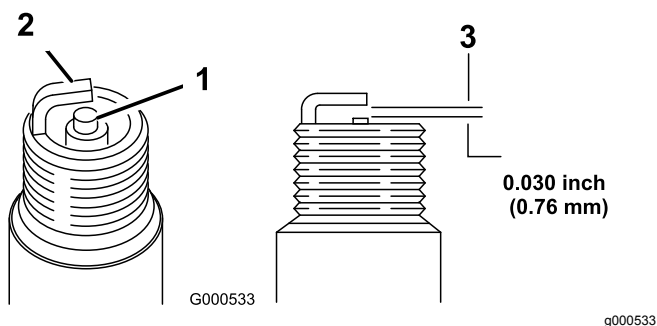

Рисунок 26
5. Установите в свече зазор, равный 0,76 мм, как показано на Рисунок 26.